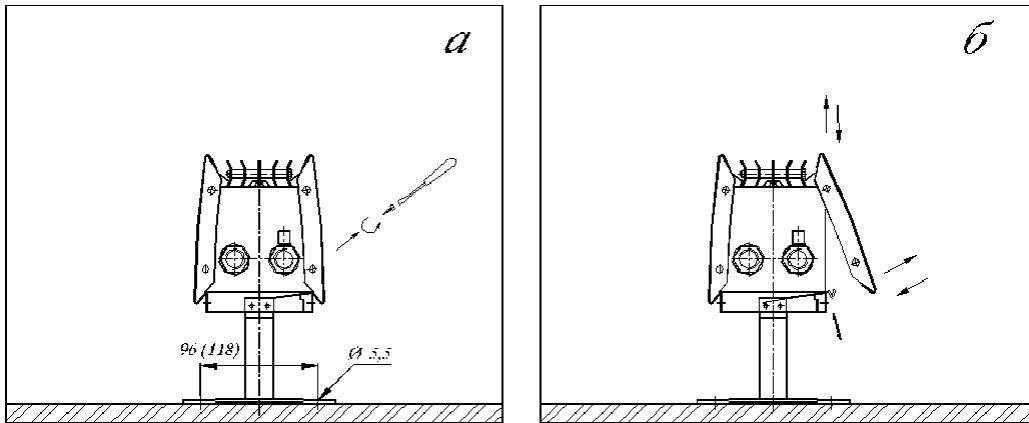

Рис.3
- 5.4. Снять лицевую панель предварительно открутив винты на боковых сторонах конвектора и освободив нижний край панели от фиксаторов. (Рис.3.)